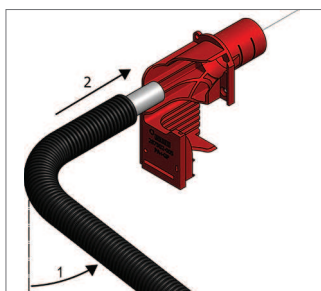

Fig. 5-33 Steg 2
- **Steg 2:** Skjut rör-i-röret genom väggbockfixturens munstycke så att det sticker ut minst 100 mm ur munstycket (Fig. 5-33).